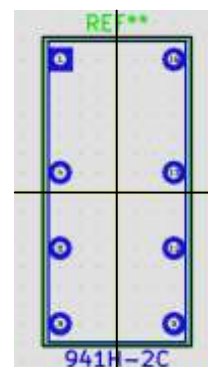

図 14-6
(5) 外形線等の描画 右図 14-6
- ① グリッドを 0.1000mm (3.94mils) にします。
- ② 図形ラインを全部削除します。ショートカット [Del]
- ③ 右ツールバー 「図形ライン（またはポリゴン）を追加」を選択します。
- ④ レイヤー-F. Fab を選択します。（部品実寸）
- ⑤ 次の座標を4隅とする四角形を描きます。（dx,dy）